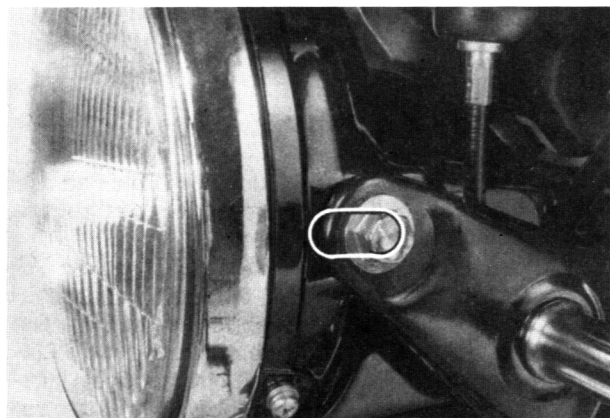

Bild 213
- Zum Abnehmen des Scheinwerfergehäuses die Gehäusebefestigungsschrauben herauschrauben. Der Einbau geschieht in umgekehrter Reihenfolge. Die Einkerbung auf dem Scheinwerfergehäuse auf die Einkerbungen auf den Scheinwerfergehäusebügeln ausrichten (Bild 213). Nach dem Einbau alle Teile auf einwandfreies Funktionieren überprüfen.